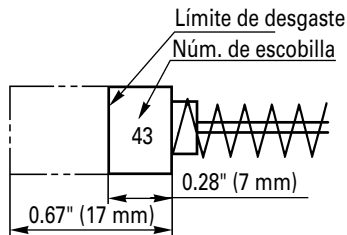

Fig. 16
4. Inspeccionar los escobillas de carbón (Fig. 16)
Utilice las escobillas HITACHI Núm. 43 indicadas en la Fig. 16.